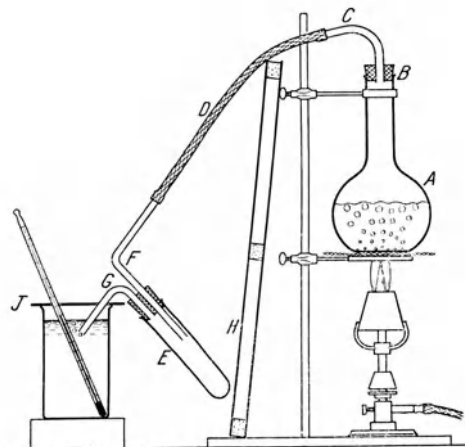

Fig. 112.
**Anleitung.** a) Fülle eine Kochflasche *A* (Fig. 112) halb voll Wasser und verschließe sie mit einem Kork *B*, wodurch eine weite knieförmig gebogene Glasröhre *C* geht. Verbinde diese Röhre durch einen Kautschukschlauch *D*, der  $\sim 50\text{cm}$  lang ist, mit dem Wassersack *E*.